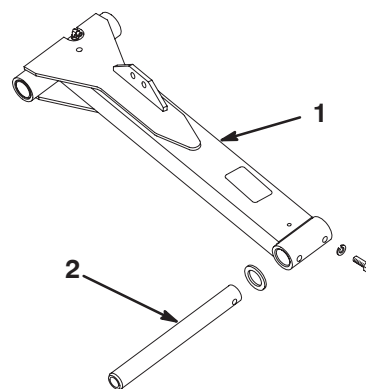

Figure 6
1. Insérez une tige de pivot dans le bras de relevage gauche et alignez les trous de fixation (Fig. 6).